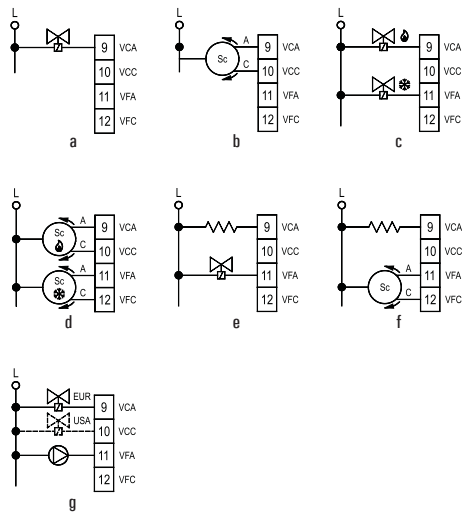

Fig. 8: Possibili varianti per connessione valvole
- Eseguire i collegamenti elettrici seguendo lo schema di collegamento di Fig. 7 e le possibili varianti in Fig.8; leggere attentamente il paragrafo "COLLEGAMENTI ELETTRICI".